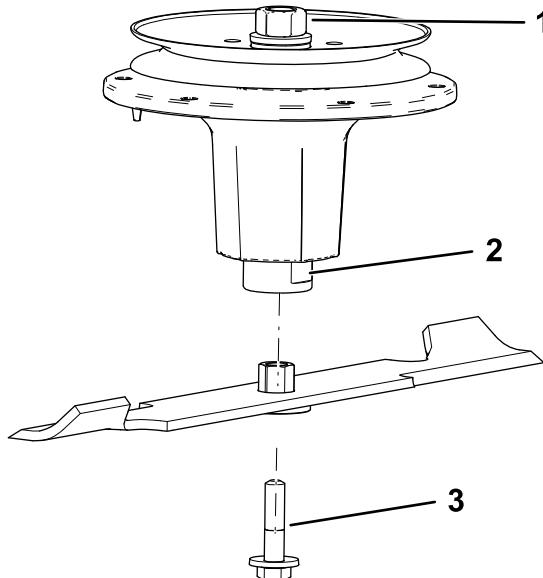

Figura 101
2. Instale el conjunto de buje/cuchilla en el eje (Figura 101).